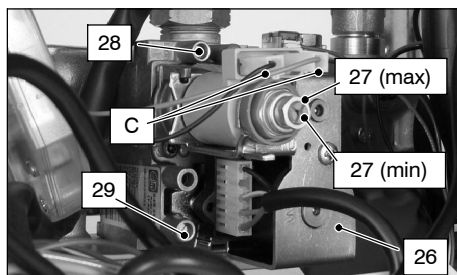

fig. 7.3
- Sconnettere il filo di alimentazione "C" dell'operatore modulante 27. Fare attenzione che non vada a toccare le parti metalliche della caldaia fig. 7.3
Per tarare la pressione al bruciatore agire sulle vite in plastica (27 min in fig. 7.3) tenendo fermo il dado esagonale in ottone grande (27 max in fig. 7.3) dell'operatore modulante (ruotando in senso orario la pressione aumenta).
- Collegare il filo di alimentazione "C" dell'operatore modulante fig. 7.3
- Chiudere la presa di pressione 28** in fig. 7.3
- Aprire la presa di pressione 28 in fig. 7.3 e collegare un manometro.
Dopo ogni misurazione delle pressioni gas, **richiudere bene** le prese di pressione utilizzate (29 e 28 in fig. 7.3). Dopo ogni operazione di regolazione gas **gli organi di regolazione della valvola devono essere sigillati**.
- 2 A caldaia spenta (fuori servizio), controllare la pressione di alimentazione utilizzando la presa 29 in fig. 7.3 e confrontare il valore letto con quelli riportati nella tabella **Pressioni di alimentazione gas** a pag. 11, 13
- 4 Aprire la presa di pressione 28 in fig. 7.3 e collegare un manometro.